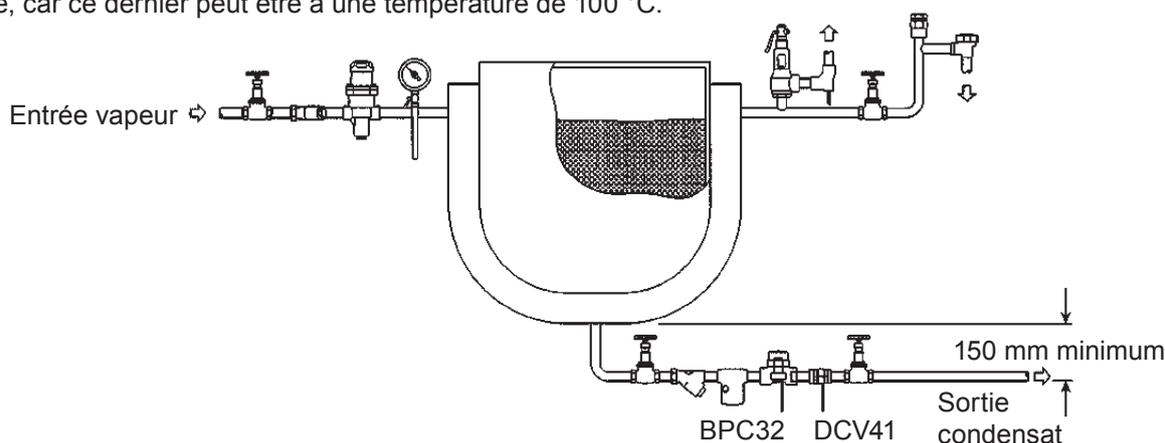

Fig. 4 Equipement d'un petit process
- 3.4 Le purgeur peut être installé en position verticale ou horizontale, de préférence avec une un pot de purge en amont de l'appareil (une hauteur de charge de 150 mm est recommandé). Voir Figure 4.
- 3.5 Un clapet de retenue doit toujours être installé (ex. Le DCV41, voir Fig. 4) lorsque l'évacuation est raccordée à une ligne de retour avec une forte contrepression.